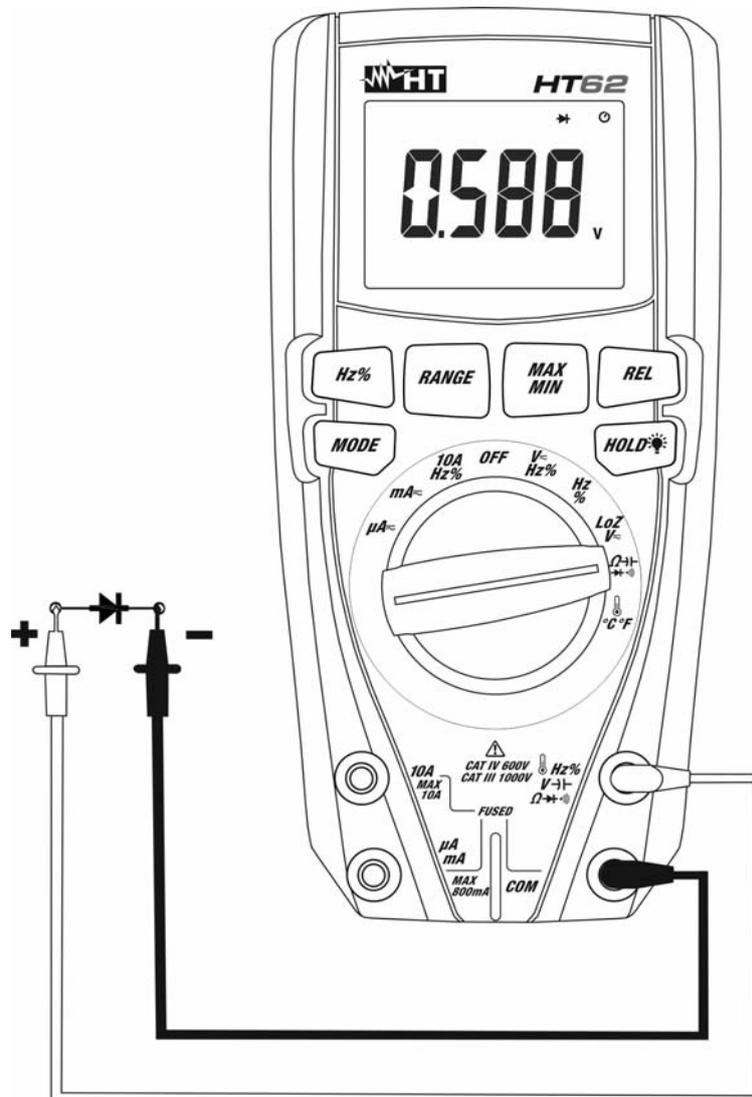

Fig. 7: Uso do instrumento para o Teste de Diodos
4. Colocar as ponteiros nas extremidades do díodo em exame (ver Fig. 7) respeitando as polaridades indicadas. O valor da tensão do patamar em polarização direta é apresentado no display.
6. Se o instrumento apresenta a mensagem "O.L." os terminais do díodo estão invertidos em relação ao indicado na Fig. 7 ou a junção P-N do díodo está danificada.